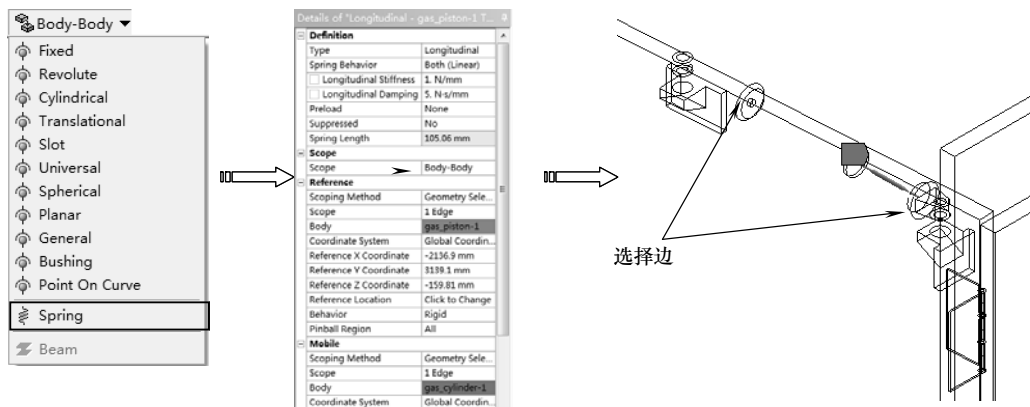

图 10-91 弹簧
14) 单击【Connections】工具栏上的【Body-Body】|【Spring】命令，分析树中增加【Spring-No Selection To No Selection】节点。设置【Longitudinal Stiffness】为 1N/mm，【Longitudinal Damping】为 5N·s/mm，分别选择如图 10-91 所示的边，单击详细设置窗口中的【Reference】和【Mobile】列表中【Body】下的【Apply】按钮完成，如图 10-91 所示。